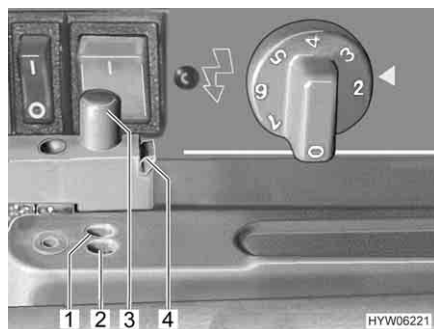

Fig. 91 Bloccaggio della porta del frigorifero (serie Dometic 4)
- Premere lateralmente sulla sicura di colore verde (Fig. 91,4) per sbloccare la porta. Il nottolino (Fig. 91,3) scatta all'infuori.
- Premere il nottolino (Fig. 91,3) in modo che scatti nel foro esterno (Fig. 91,2).
- Premere il nottolino (Fig. 91,3) in modo che scatti nel foro interno (Fig. 91,1). In questo modo la porta del frigorifero rimane ferma in posizione socchiusa.